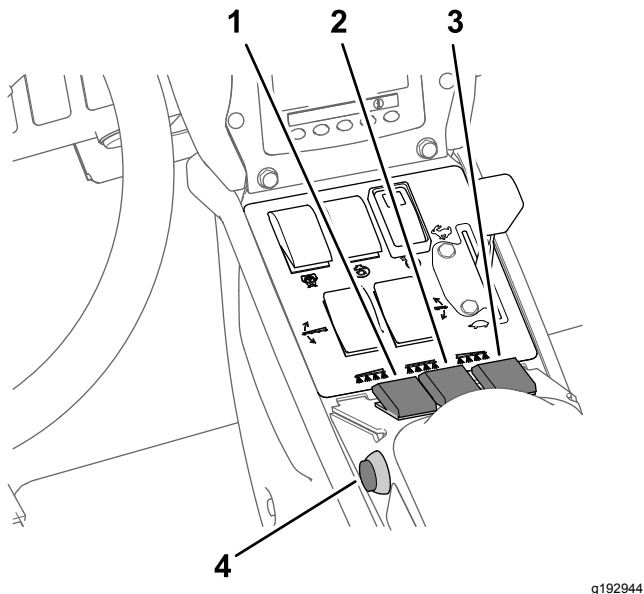

Figura 36
7. Ponga los interruptores de sección de fumigación en la posición de ACTIVADO (Figura 36).
10. Conduzca a la velocidad deseada y luego ponga el interruptor maestro en la posición de ACTIVADO para empezar a fumigar (Figura 36).
3. Ponga el interruptor maestro en la posición de DESACTIVADO; consulte Figura 36, en Fumigación en el Modo de caudal de aplicación \(página 36\).
7. Ponga los interruptores individuales de las secciones que desea utilizar en la posición de ACTIVADO; consulte Figura 36 en Fumigación en el Modo de caudal de aplicación \(página 36\).
9. Conduzca a la velocidad deseada y luego ponga el interruptor maestro en la posición de ACTIVADO para empezar a fumigar; consulte Figura 36, en Fumigación en el Modo de caudal de aplicación \(página 36\).